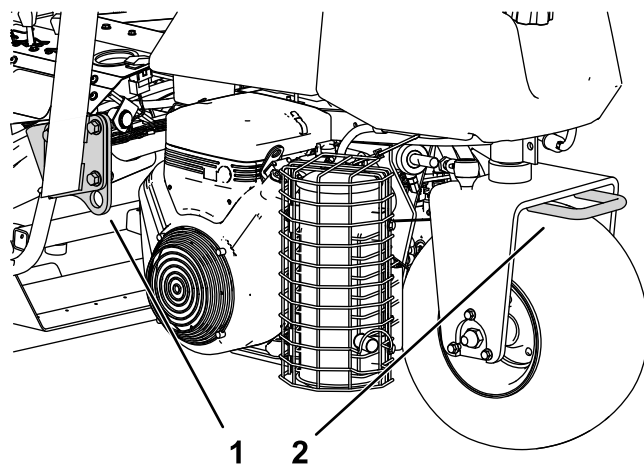

Figura 25
- Legați maina în siguranță folosind curele, lanuri, cabluri sau frânghii. Atât curelele din față, cât și cele din spate trebuie să fie îndreptate în jos și spre exteriorul mainii (Figura 25).